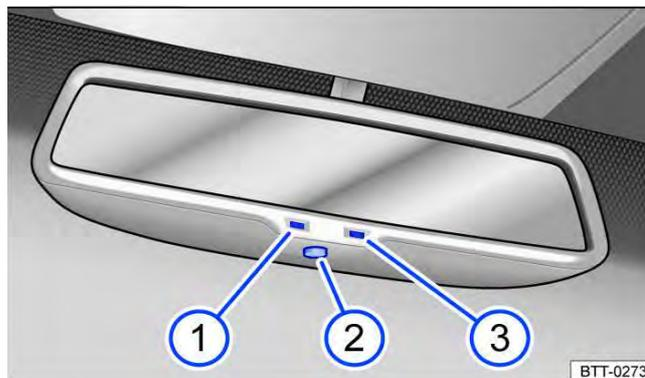

Fig. 81 No para-brisa: espelho retrovisor interno com antiofuscante automático.
Legenda para → Fig. 81:
- ① Luz de controle.
- ② Interruptor.
- ③ Sensor para reconhecer a incidência de luz por trás.
O antiofuscamento automático pode ser ligado e desligado com o interruptor no espelho retrovisor interno → Fig. 81 ②. Com o antiofuscamento automático ligado, a luz de controle → Fig. 81 ① se acende.
- Um sensor no lado que indica para o interior do veículo, que mede a incidência de luz por trás → Fig. 81 ③.